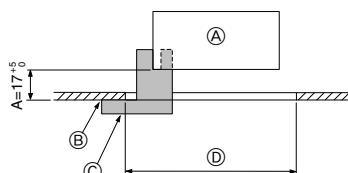

Fig. 5-2
①	Grille	1	950 × 950 (mm)
②	Vis avec rondelle captive	4	M5 × 0,8 × 25
③	Jauge	1	(Divisée en quatre parties)
④	Attache	2
⑤	Vis	4	4 × 8
5.2. Préparation avant d'attacher la grille (Fig. 5-2)
- A l'aide de la jauge ③ fournie avec ce kit, régler et vérifier la position de l'appareil par rapport au plafond. Si l'appareil n'est pas correctement positionné, il y aura des risques de fuites d'air et de la condensation pourrait s'accumuler.